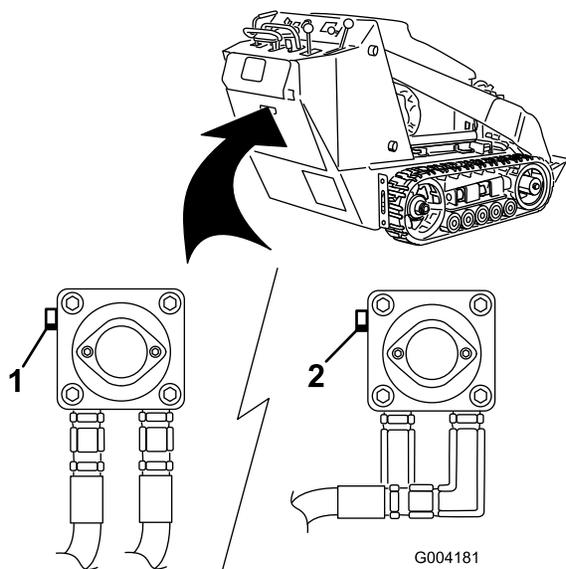

Figure 17
3. A l'aide d'une clé, donnez deux tours dans le sens anti-horaire aux vannes de remorquage situées sur les pompes hydrauliques (Figure 17).